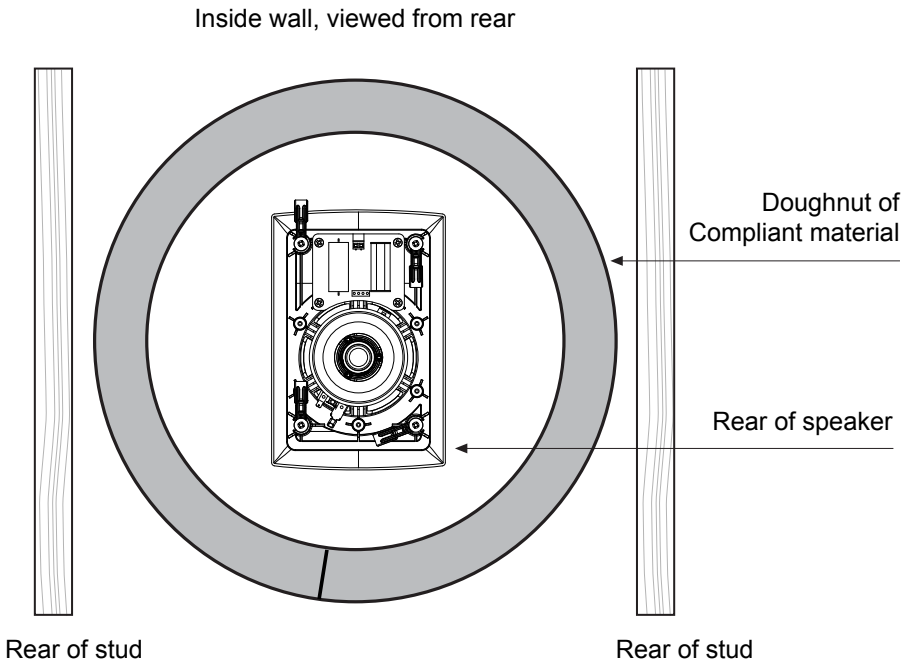

Fig 12: Stud partition or wall cavity, using compliant material of appropriate thickness to create a tight seal
- 1. 多くのプロの設置業者は、適合性のある材料の「ドーナツ」を使用します。これは、パーティションの2つの表面の間または壁の空洞にぴったりと収まるように挿入できます。材料のストリップの内側の表面の長さによって、「エンクロージャ」の容積が決まります。各モデルについて、ストリップを下の方に記載されている長さにカットし、空洞に挿入して結合し、適切な容積を確保するリングを形成します (図 12 を参照)。